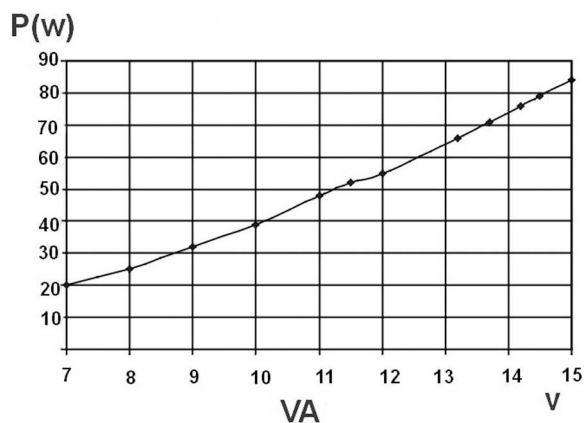

Figura 2 Variazione della Potenza dissipata in Funzione di VA
I grafici di figura 2, 3 e 4 indicano rispettivamente la variazione della potenza assorbita e della durata in funzione della tensione applicata (VA).